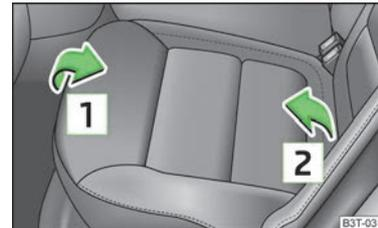

Abb. 61
- › Sitzfläche in Pfeilrichtung **1** » Abb. 61 hochziehen und in Pfeilrichtung **2** vorklappen.